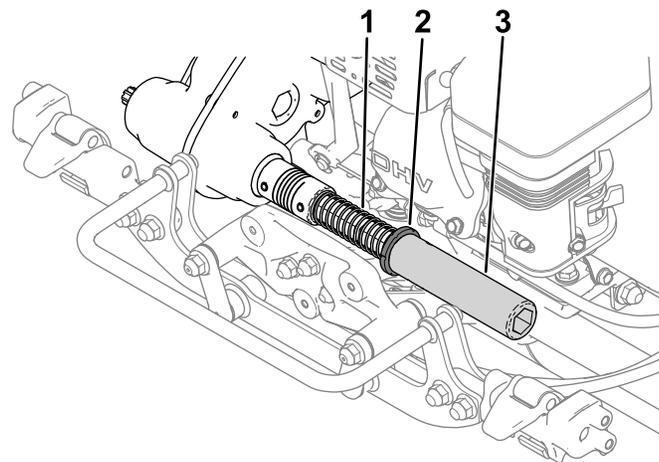

図 3
2. トランスミッションカップラのシャフトに、スプリング、カラー、六角チューブを取り付ける **図 3**。